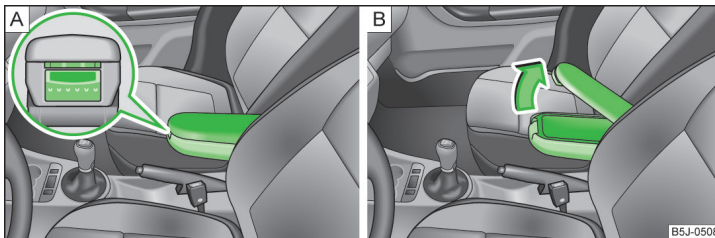

Abb. 90 Armlehne: Ablagefach / Ablagefach öffnen
- Die untere Taste an der Stirnseite der Armlehne drücken » Abb. 90 - **A**.
- Die obere Taste drücken und den Deckel des Ablagefachs nach oben klappen » Abb. 90 - **B**.